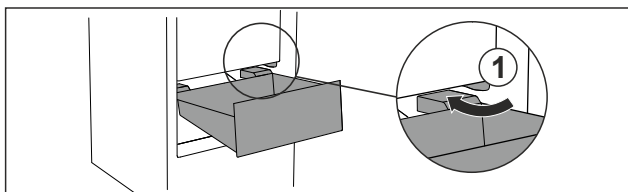

Fig. 101
- ▶ Vezesse el a fiókot ferdén az ütközők Fig. 101 (1) körül.